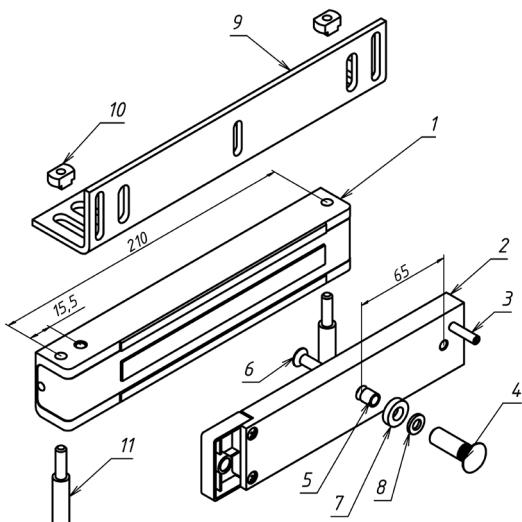

Рисунок 1
#### 3.1 Комплект поставки (рисунок 1):
4.5 Винт крепления якоря (поз.6 рис.1) необходимо затянуть с усилием, достаточным для исключения его отворачивания в процессе эксплуатации. Рекомендуется ставить винт на стопорящий герметик типа «Анатерм» или на нитрокраску НЦ.